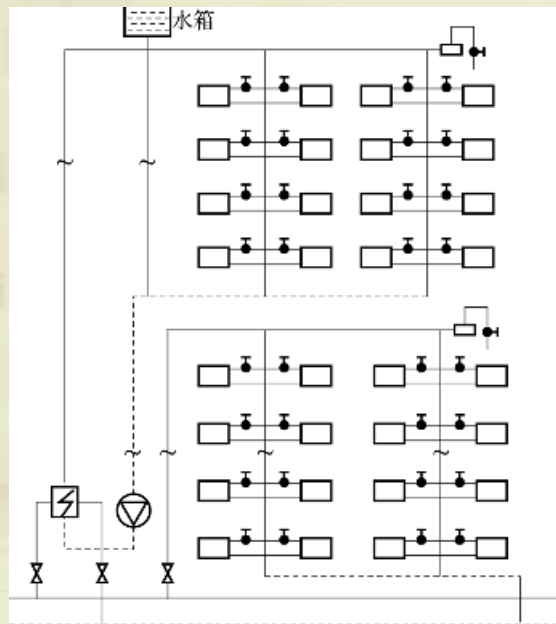

图4-9 高层供暖竖向分区方式
- 高层建筑热水供暖系统还必须避免静水压力过大，因而与高层给水系统一样，常每隔8~10层分一个供暖区。高层供暖分区方式如图4-9所示。